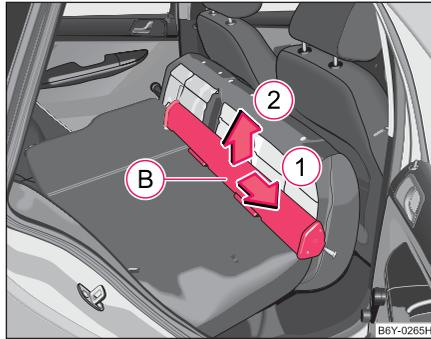

Abb. 61 Rücksitze:
- Schieben Sie das Netztrennwandgehäuse (B) ⇒ Abb. 61 in Pfeilrichtung ① und nehmen es aus der Aufnahme der Rück Sitzlehne in Pfeilrichtung ② heraus.